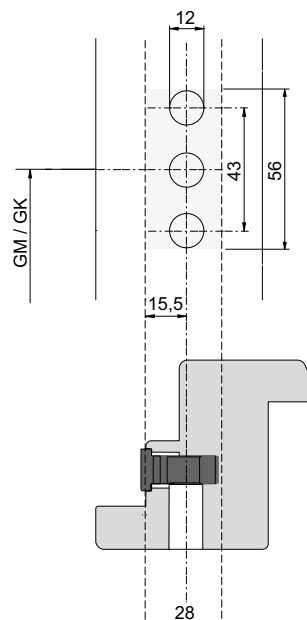

Рисунок 3: Чертеж паза для кассеты засова
2. Отверстие для ручки (рис. 3, Ø 12 мм) сверлить после разметки на профиле. Паз для замка фрезеровать со стороны фурнитурного паза (рис. 3).